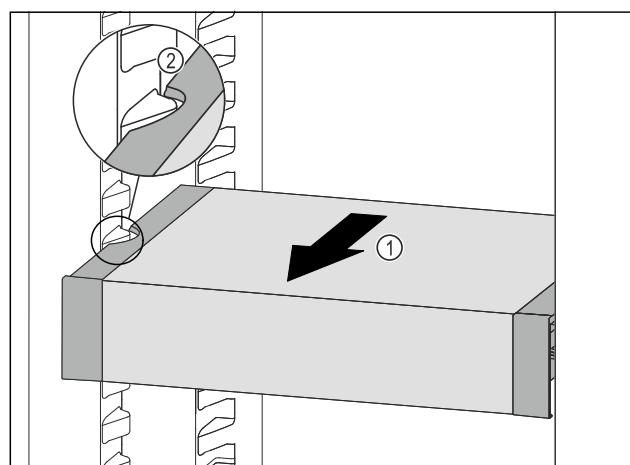

Fig. 78
- Trageți în față VarioSafe Fig. 78 (1), până când degajările laterale ale VarioSafe se află la înălțimea nervurii recipientului din frigider. Fig. 78 (2)